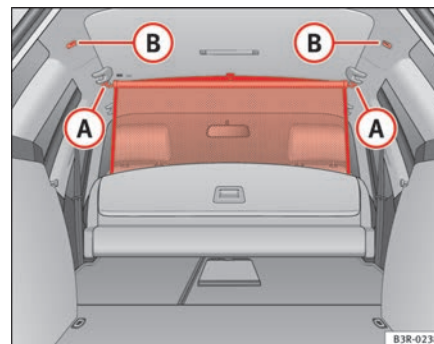

Fig. 121 Argolas para a rede de separação
- Coloque a barra transversal nas argolas de encaixe **B** ⇒ fig. 121.
⇒ página 151, fig. 121.